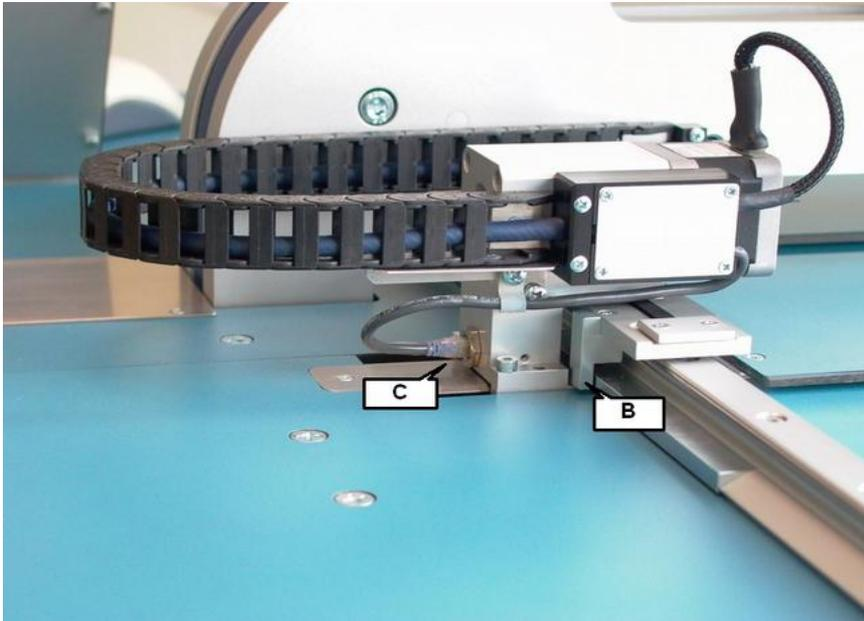

Abb. 71: Y-Antrieb
Schalten Sie die Puma ein. Bewegen Sie den Plattentransportwagen in Y-Richtung bis der Auslöseblock (B), der an der Y-Schiene befestigt ist, sich gegenüber dem Sensor (C) im Motorsockel befindet. Die LED am Sensorende muß jetzt leuchten. Details siehe (Siehe Abb. 71)